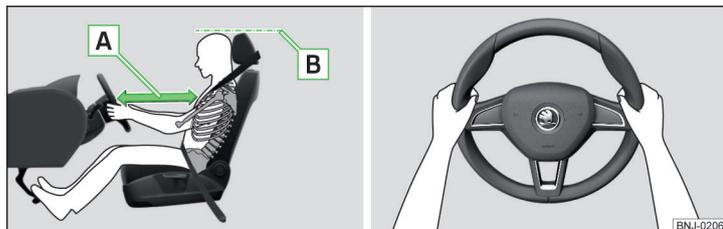

Fig. 2 Posición de asiento correcta del conductor / Sujeción correcta del volante
- ✓ Ajustar el volante de tal modo, que la distancia entre el volante y el esteroón sea, como mínimo, 25 cm » fig. 2 A.
- ✓ Ajuste el reposacabezas de tal modo que el borde superior del mismo se encuentre a ser posible a la misma altura que la parte superior de su cabeza (no es válido para los asientos con reposacabezas integrado) » fig. 2 B.
- Durante la conducción, sujete el volante con ambas manos por el borde exterior de los lados en las posiciones de las "9" y "3" horas » fig. 2. No sujete nunca el volante en la posición de las "12 horas" o de cualquier otro modo (p. ej., en el centro o en el borde interior del volante, etc.). De lo contrario puede generarse lesiones graves en los brazos, manos y la cabeza cuando se activa el airbag.
- ✓ Ajustar el reposacabezas de tal modo, que el borde superior del mismo se encuentre dentro de lo posible a la misma altura que la parte superior de su cabeza » fig. 2 de la pág. 11 - **B** (no es válido para asientos con reposacabezas integrados).
- ✓ Ajustar los reposacabezas de tal modo, que el borde superior de los mismos se encuentren de ser posible a la misma altura que la parte superior de la cabeza » fig. 2 de la pág. 11 - **B**.